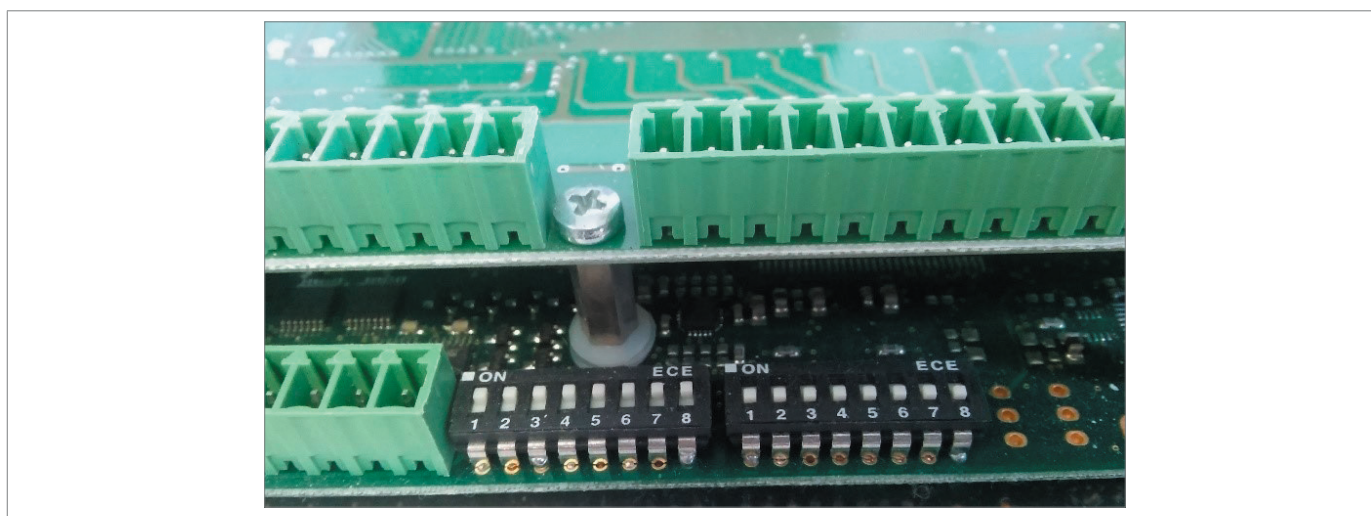

Fig. 4.5. Entradas analógicas AQUALOG MASTER
El modo de lectura para cada canal se configura mediante los 2 bancos de interruptores DIP que se muestran en la fig. 4.5.
Al conectar los instrumentos de campo a las entradas analógicas, recuerde que estas entradas son pasivas. Por lo tanto, la señal de medición de corriente o tensión debe alimentarse de forma independiente: la polaridad negativa de la señal debe conectarse al terminal común del conector (C), mientras que la polaridad positiva debe conectarse al terminal del canal, como se muestra en la fig. 4.5.